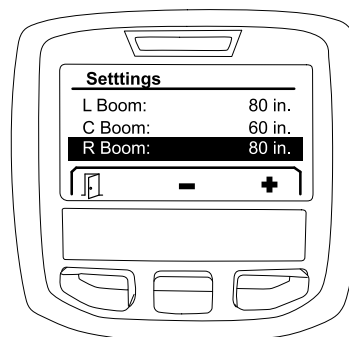

Figura 16
2. Premete il pulsante di selezione centrale o il pulsante di selezione destro per aumentare o diminuire la larghezza della sezione irroratrice selezionata (Figura 16).